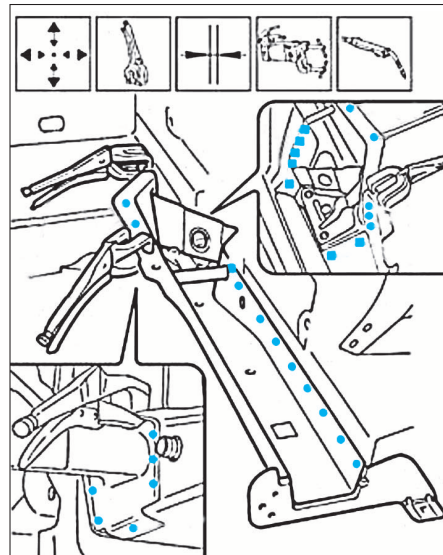

FIG. 39
- Ajuster le longeron, puis souder comme illustré (Fig.39).